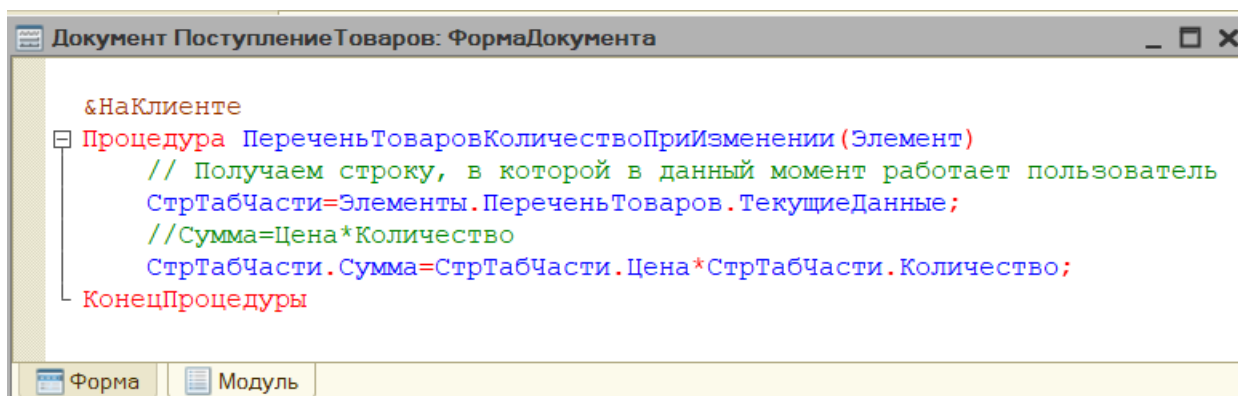
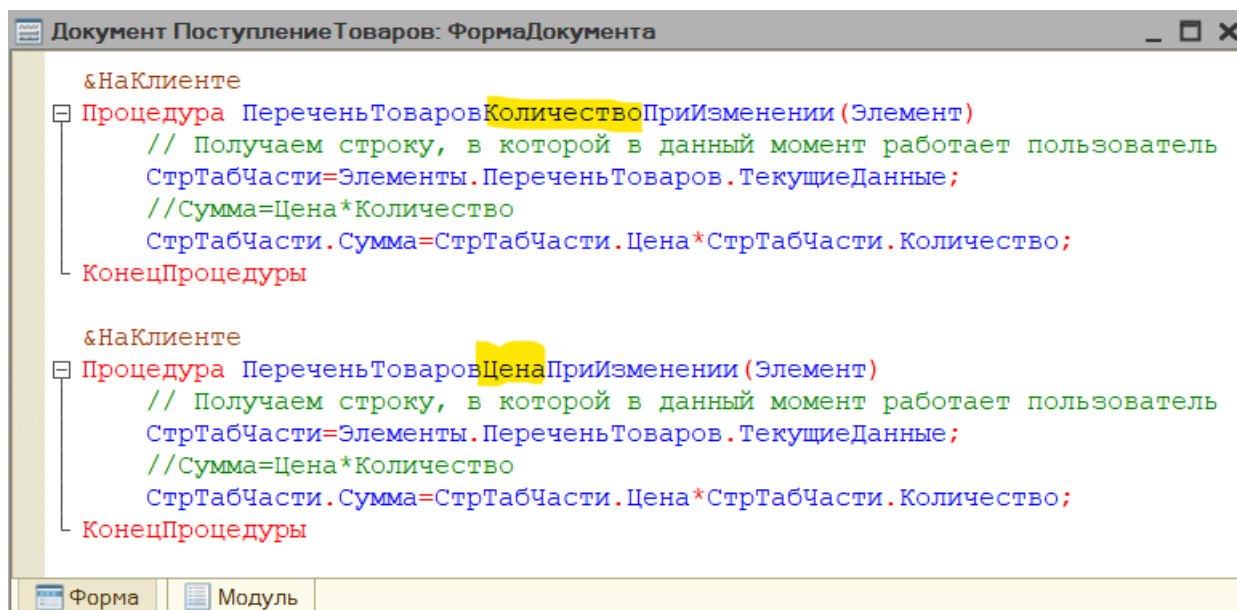

Рис. 3.5. Процедура для расчета суммы при вводе количества товаров
Рис. 3.6. Процедура для расчета суммы при вводе цены товаров
4. Фактически, это еще только заготовка для будущей программы, которую нам необходимо написать (рис. 3.5).
8. Непосредственно сам текст процедуры, которую необходимо написать для решения поставленной задачи, приведен на рис. 3.6. Данный текст аналогичен предыдущей процедуре (рис. 3.5) и не требует комментария.